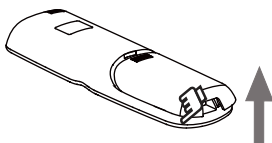

Abb. 2.7
2) Heben Sie die Batterieabdeckung am unteren linken Ende an, um sie zu öffnen (siehe Abb. 2.7);